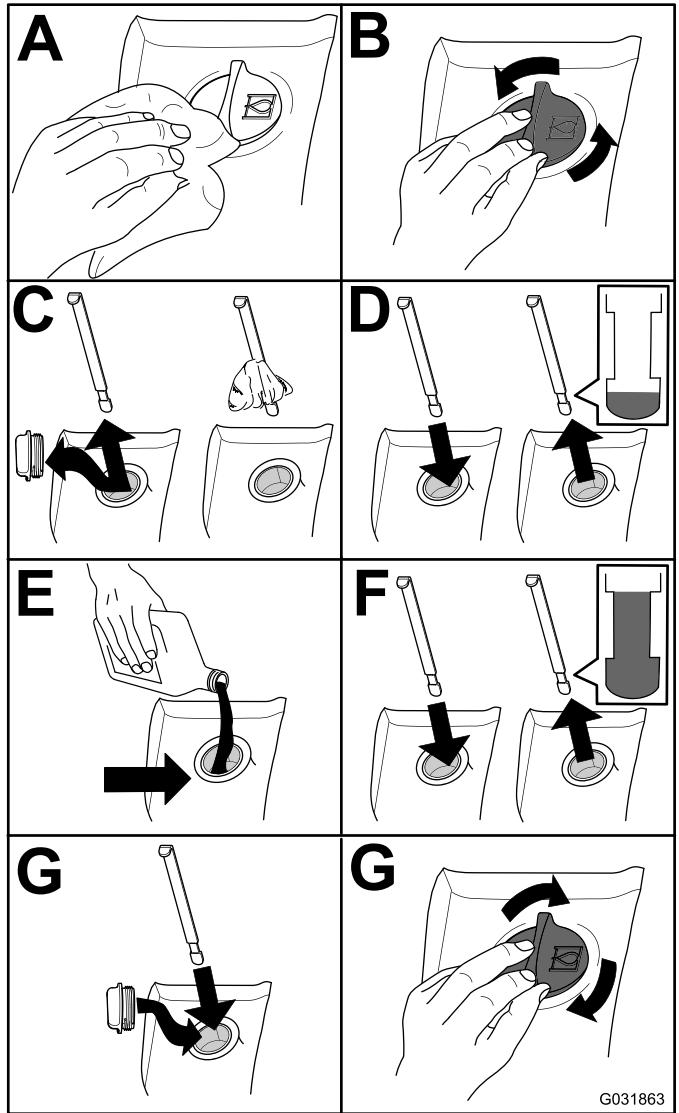

Figura 76
2. Verifique o nível de fluido hidráulico (Figura 76).